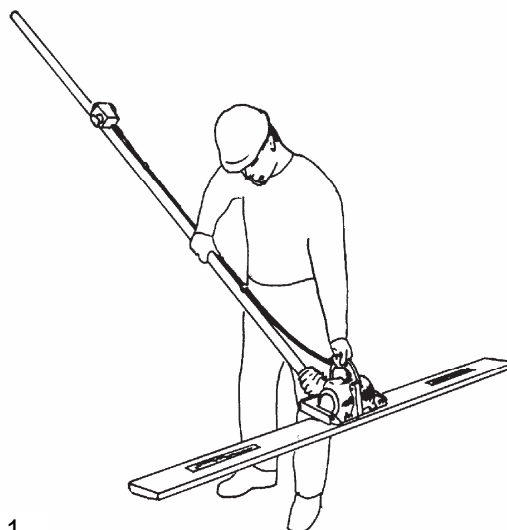

Fig. 1
- ✚ Använd lyftbygeln vid lyft av balken (se fig. 1)